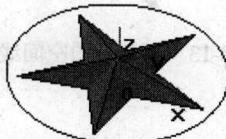

图 1-3-18 绘半径为 110 的圆
(3) 生成五角星的加工轮廓平面：先以坐标原点为圆心点作圆，半径为 110，如图 1-3-18 所示。